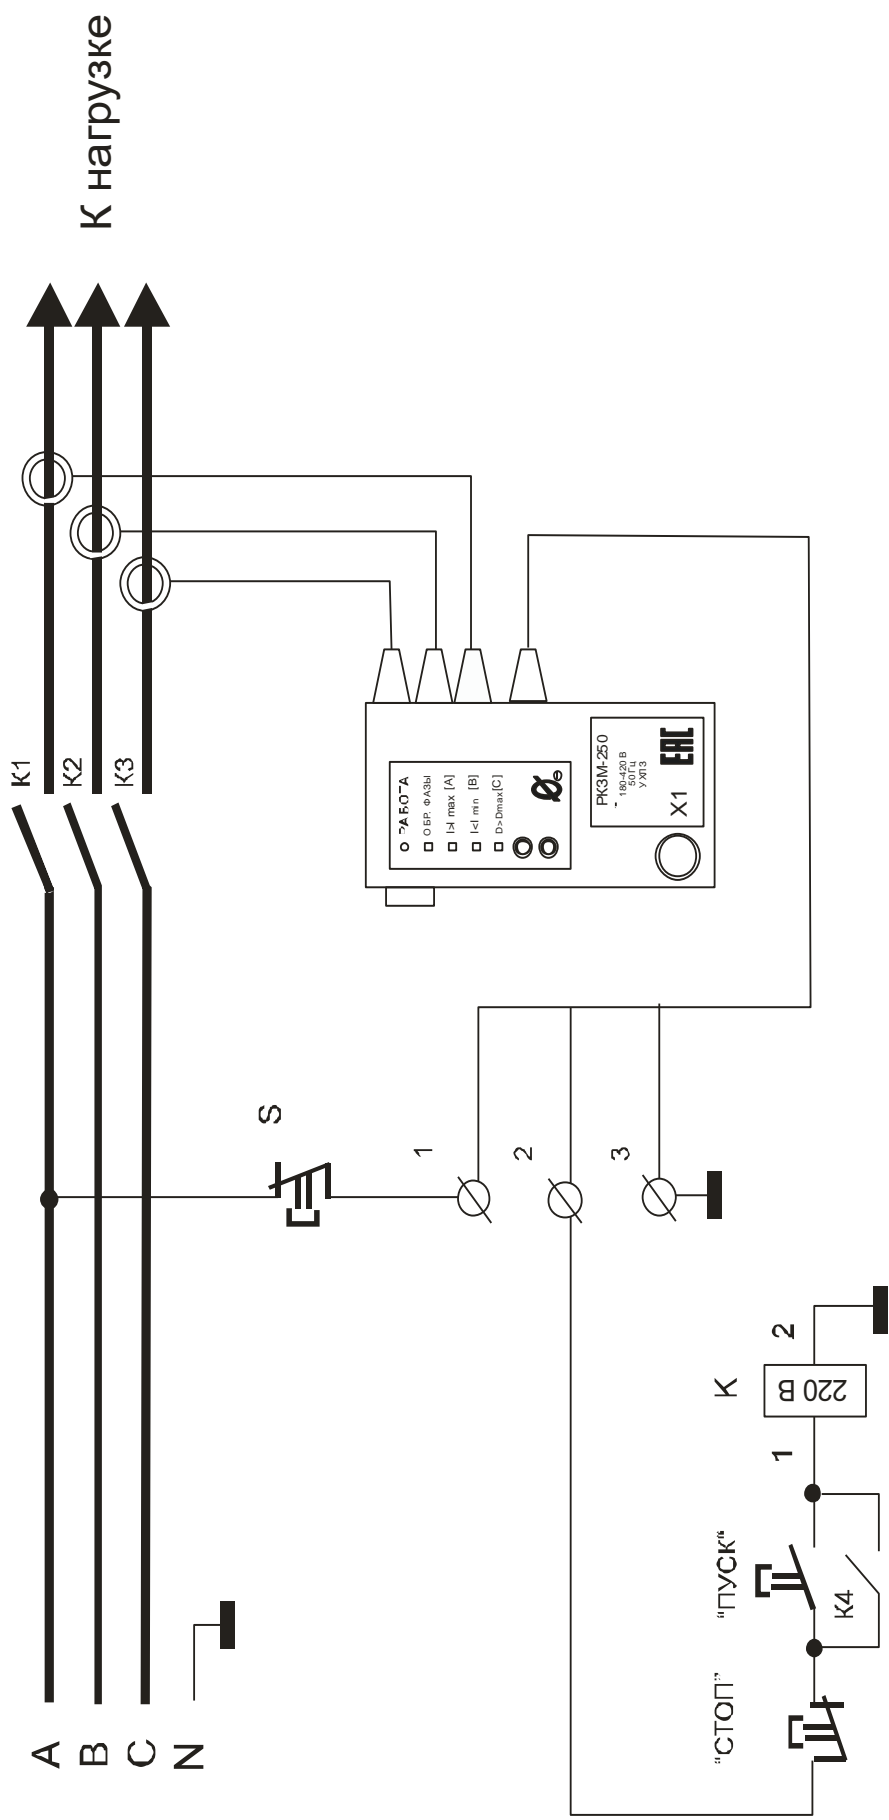

Рисунок 2 - подключение реле в схему управления контактора с предотвращением самозапуска при восстановлении питания (вариант 1)
7.2. Подключение реле производится в соответствии со схемами, приведенными на рис.2,3,4. Возможны другие варианты подключения реле.